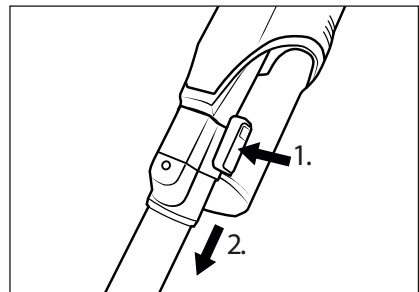

Fig. 11
- ◆ Para desmontar el tubo de aspiración **24** del aparato, mantenga pulsado el botón de desencastre del tubo de aspiración **24** y tire del tubo de aspiración **23** para extraerlo del orificio de aspiración del aparato (consulte la fig. 11).